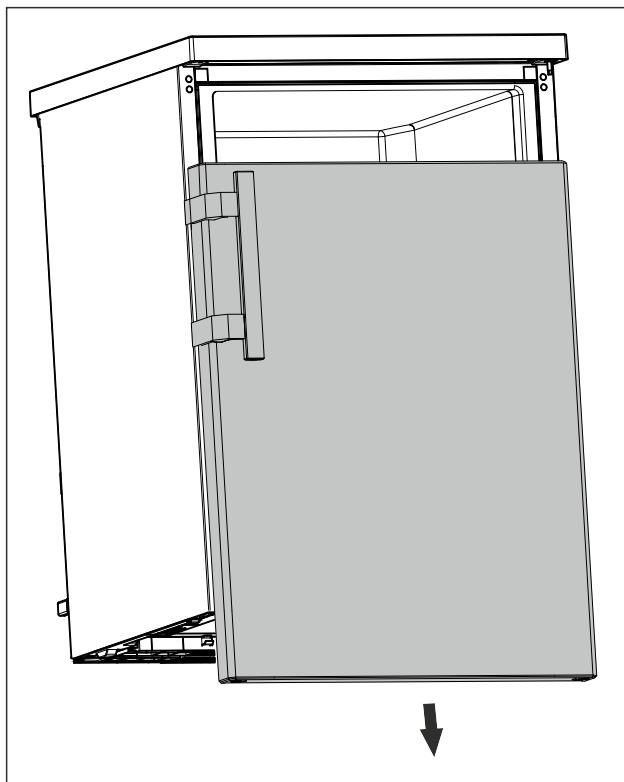

Fig. 8
- Снимите дверь движением вниз. (см. Fig. 8)